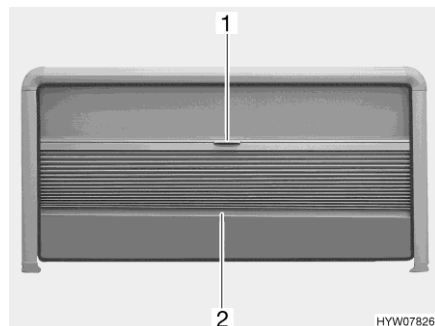

Fig. 43 Tendina oscurante pieghevole e zanzariera a rullo (finestra apribile)
- Chiusura:* ■ Afferrare la tendina oscurante pieghevole al centro dell'asta di chiusura (Fig. 43,2) e tirare delicatamente verso il basso.
- Apertura:* ■ Tenere la parte centrale dell'asta di chiusura (Fig. 43,2) della tendina oscurante pieghevole e spingere quest'ultima verso l'alto con cautela.
- Chiusura:* ■ Tirare la zanzariera a rullo verso il basso utilizzando la maniglia (Fig. 43,1).
- Apertura:* ■ Spingere la zanzariera a rullo completamente verso l'alto utilizzando la maniglia (Fig. 43,1).